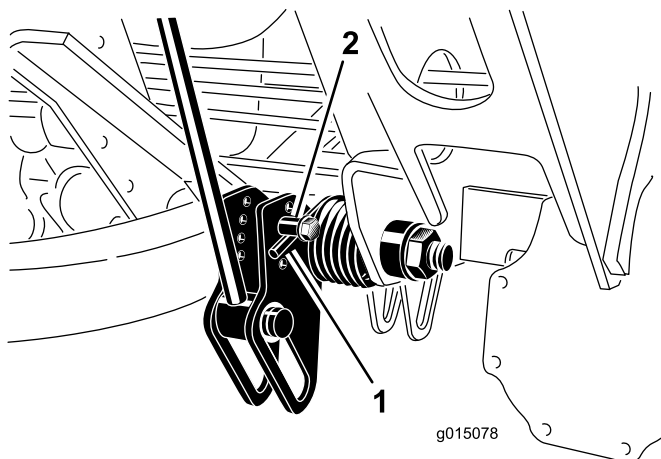

Figura 35
2. Coloque un tubo u otro objeto similar sobre el extremo largo del muelle para aliviar la tensión durante el ajuste (Figura 35).
3. Para aliviar la tensión del muelle, retire el perno y la contratuera que sujetan el actuador del muelle al soporte (Figura 35).